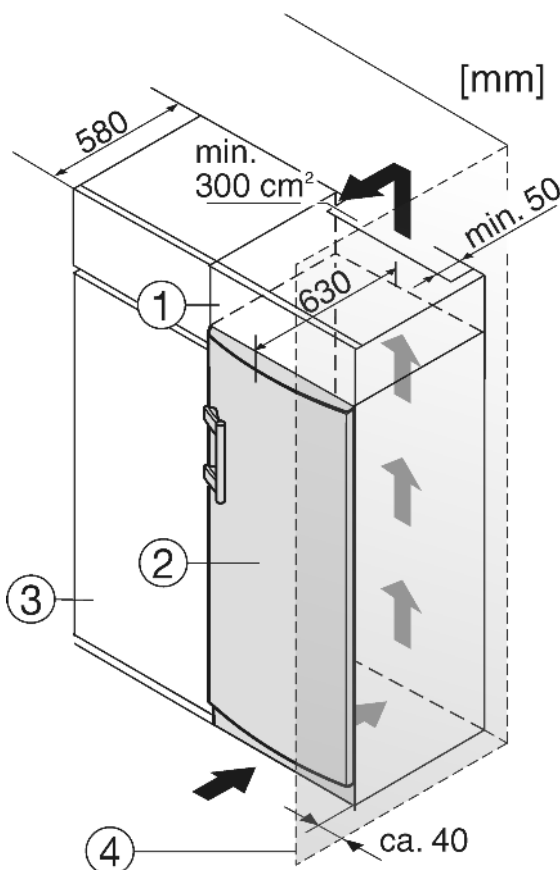

Fig. 10
- (1) Дополнительный шкафчик
- (2) Устройство
- (3) Кухонный шкаф
- (4) Стенка
Устройство может быть окружено кухонными шкафами. Чтобы урівнять устройство Fig. 10 (2) по высоте с кухонной стенкой, можно установить над устройством дополнительный шкафчик Fig. 10 (1).
При комбинировании с кухонными шкафами (глубина макс. , 580 мм) устройство можно установить непосредственно рядом с кухонным шкафом Fig. 10 (3). Дверца устройства выступает по сторонам на 34 мм и по центру устройства на 50 мм относительно передней стенки кухонного шкафа. Поэтому ее можно свободно открывать и закрывать.
Если устройство установлено на шарнирах у стены Fig. 10 (4), то расстояние между устройством и стеной должно быть не менее 40 мм. Настолько выступает ручка при открытой дверце.